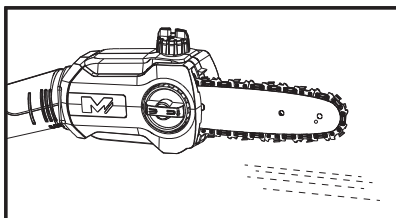

Fig. 15
1. Asigură-te că lama de ghidare (19) și lanțul de fierăstrău (20) sunt montate când verifici distribuția uleiului.
2. Pornește produsul; lasă-l să funcționeze în gol și verifică dacă uleiul de lanț este distribuit după cum se vede în figură (fig. 15, 16).